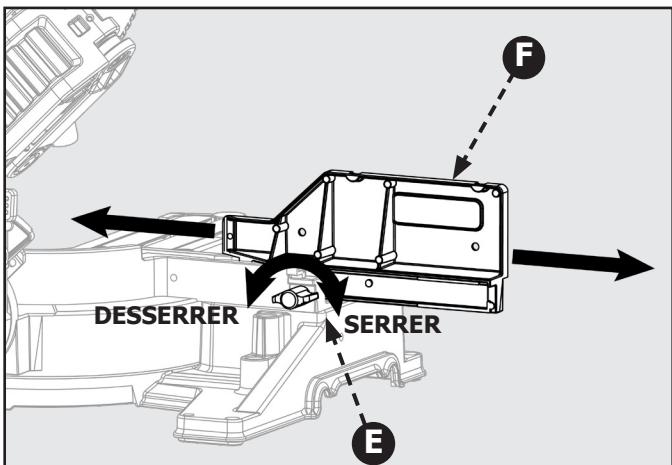

Figure 34
Cette scie dispose d'un guide avec rallonge ajustable. Pour étendre ou replier le guide, consultez la figure 34 et suivez ces instructions : Dévissez la manette de verrouillage (E) en la tournant dans le sens antihoraire et faites glisser le guide (F) jusqu'à la position désirée. Veillez à resserrer la manette de verrouillage (E) en la tournant dans le sens horaire.
**DANGER:** Vérifiez toujours la manette de verrouillage (E) pour vous assurer qu'elle est bien vissée avant d'effectuer une coupe. Le défaut de s'y conformer peut provoquer des blessures.